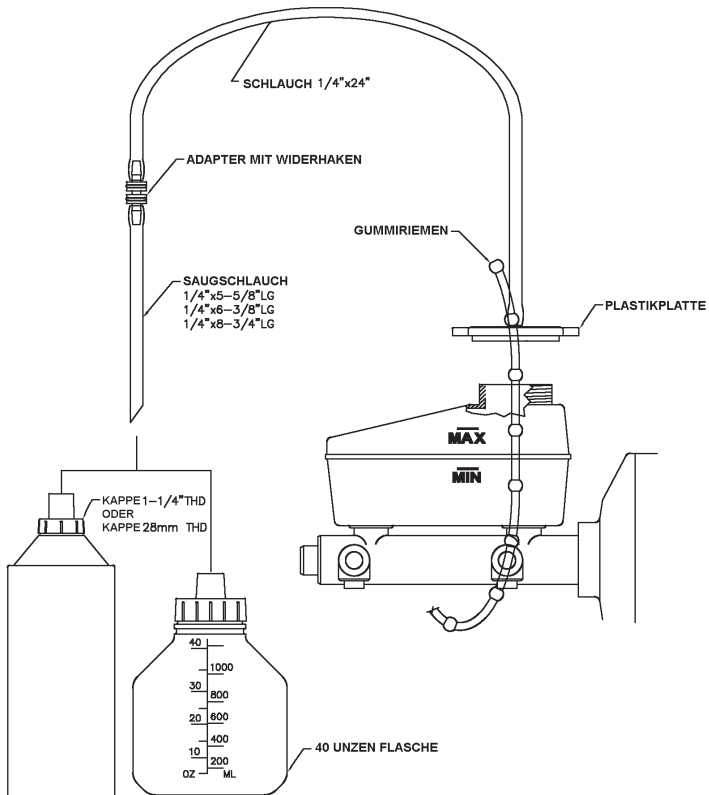

Abbildung 3
5. Die Einstellungsfeder wie gezeigt auf dem Hals der Ventilbaugruppe anbringen (Abbildung 3)
6. Den Hals der Ventilbaugruppe durch das Loch in der Auffüllvorrichtung schieben und mit der Einstellfeder das Unterteil des Halses mit der MAX Füllmarkierung auf dem Hauptzylinder ausrichten (Abbildung 3).